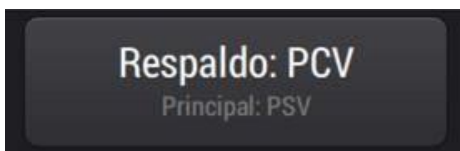

Fig. 6-2 Modo PSV con Ventilación de Respaldo PCV.
3. Presionar el botón de *Aceptar*. A continuación, la ventana del MODO OPERATIVO muestra un mensaje que advierte que la *Ventilación de Respaldo* ya ha sido configurada (Fig. 6-2)